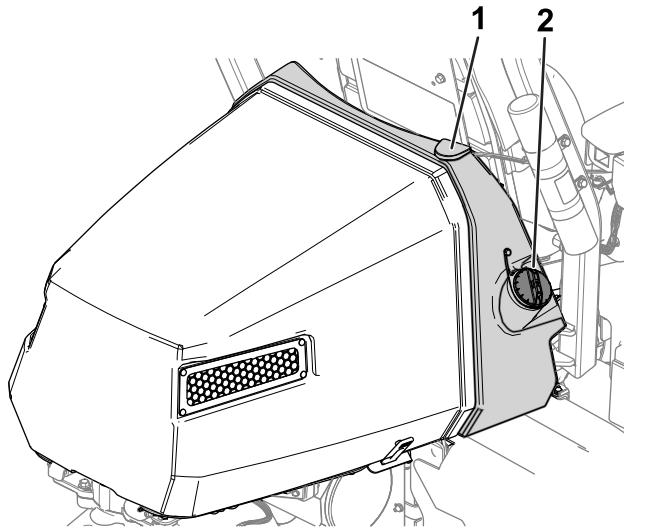

Figure 30
- Nettoyez la surface autour du bouchon du réservoir de carburant et enlevez le bouchon (Figure 30).